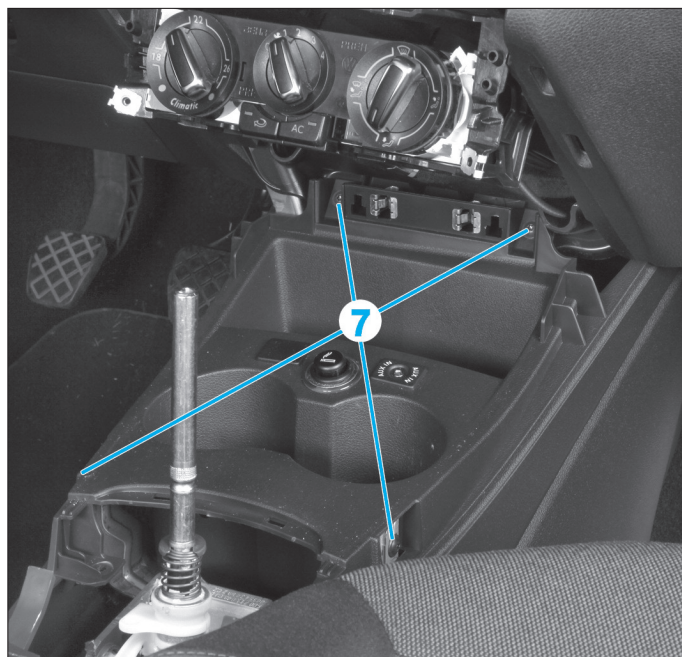

FIG. 16
- Déposer les vis (7) (Fig.16).